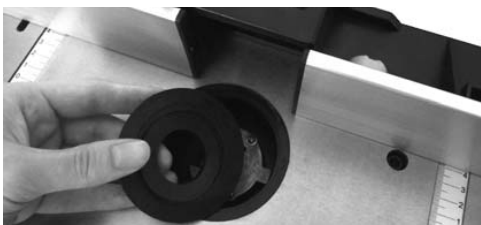

Fig. 15 : Installation et changement du porte-outil
2. Retirez les bagues de la table (figure 15).